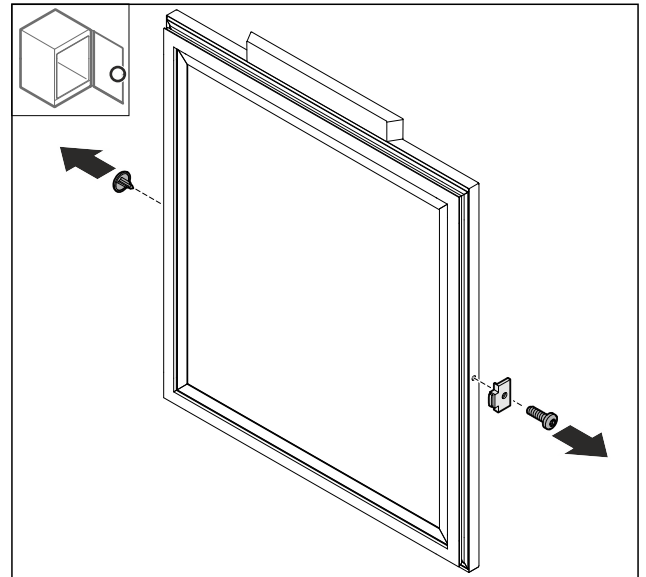

Fig. 47
- Abdeckung Fig. 47 (1) entfernen.
- Türstopper Fig. 47 (2) demontieren.